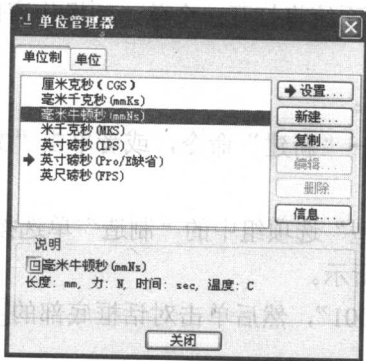
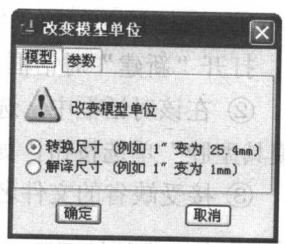

图 1-4 “单位管理器”对话框
图 1-5 “改变模型单位”对话框
- ② 在该对话框中，选中“毫米牛顿秒 (mmNs)”单位系统，如图 1-4 所示。然后单击对话框中的 **设置...** 按钮，打开图 1-5 所示的“改变模型单位”对话框。
③ 接受该对话框中缺省的选项，单击对话框底部的 **确定** 按钮，返回“单位管理器”对话框。此时，“毫米牛顿秒 (mmNs)”单位系统的前面会显示一个红色箭头，表示该单位系统为当前单位系统。然后单击该对话框底部的 **关闭** 按钮，退出对话框。
**注意：**在图 1-5 所示的“改变模型单位”对话框中，选择“转换尺寸”选项时，系统将不改变模型大小，尺寸按单位换算关系进行换算。而选择“解释尺寸”选项时，系统将改变模型